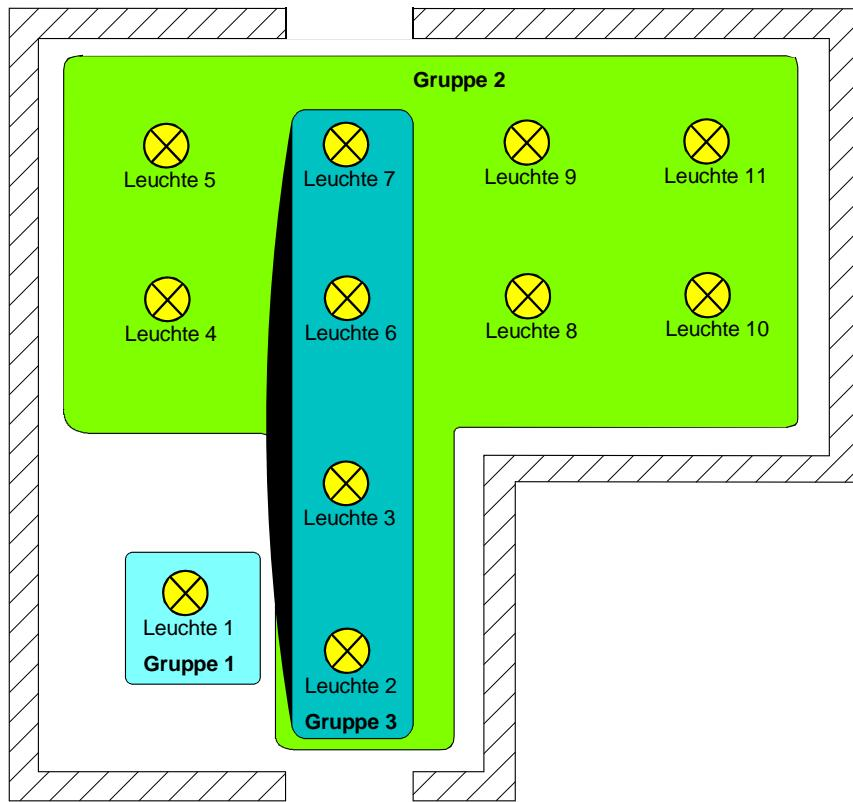

Bild 5: Beispiel einer Gruppenbildung im DALI-System
Ein DALI-System kann maximal 64 Betriebsgeräte adressieren, wobei das Gateway selbst nicht als Betriebsgerät gezählt wird. Das DALI-Gateway stellt 32 KNX/EIB steuerbare Gruppen zur Verfügung, die in der ETS 3 ähnlich einem Dimmactor-Kanal parametrierbar sind. Es stehen busseitig verschiedene Kommunikationsobjekte zur Verfügung, wodurch u. A. das Schalten, das Dimmen, die Vorgabe von Helligkeitswerten oder die Zeit- oder Szenensteuerung einer Gruppe realisiert werden kann. Im Zuge der DALI-Inbetriebnahme werden die max. 64 DALI-Betriebsgeräte beliebig einer oder mehreren Gruppen des Gateways zugeordnet (vgl. Bild 5 auf der nächsten Seite). Erst durch die Gruppen-Zuordnung wird die Möglichkeit geschaffen, die DALI-Betriebsgeräte einzeln (Individualzuordnung - nur ein Gerät in der Gruppe) oder gemeinsam (Mehrfachzuordnung - verschiedene Geräte in einer Gruppe) über den KNX/EIB anzusteuern.
In der Beispiel-Gruppenbildung (vgl. Bild 5) besitzt jede der eingezeichneten Leuchten ein DALI-Betriebsgerät, welches einer Gruppe oder mehreren Gruppen zugeordnet ist. Im Beispiel befindet sich die Leuchte 1 in einer Individualgruppe. Diese Leuchte kann getrennt von den anderen Leuchten angesteuert werden. Die übrigen Leuchten befinden sich in der Gruppe 2 und werden somit gemeinschaftlich angesteuert. Zusätzlich können die Leuchten 2, 3, 6 und 7 über die Gruppe 3 angesteuert werden. Die Gruppen 2 und 3 überlappen sich also für die genannten Leuchten.
■ DALI-Betriebsgeräte, die mehreren Gruppen zugewiesen sind, stellen sich immer auf den zuletzt über eine der zugeordneten Gruppen eingestellten Zustand ein. In diesem Fall kann die Rückmeldung des Schaltstatus oder des Helligkeitswertes einer Gruppe nicht immer eindeutig sein. Beispiel 1 (vgl. Bild 5): Gruppe 2 wird auf 10% Helligkeit eingestellt. Danach wird Gruppe 3 auf 20% Helligkeitswert gedimmt. Die Leuchten der Gruppe 3 nehmen den zuletzt aufgerufenen Helligkeitswert 20% an. Die Rückmeldung der Gruppe 2 bleibt auf 10% stehen, obwohl einige zur Gruppe gehörende Betriebsgeräte auf 20% Helligkeit eingestellt wurden.